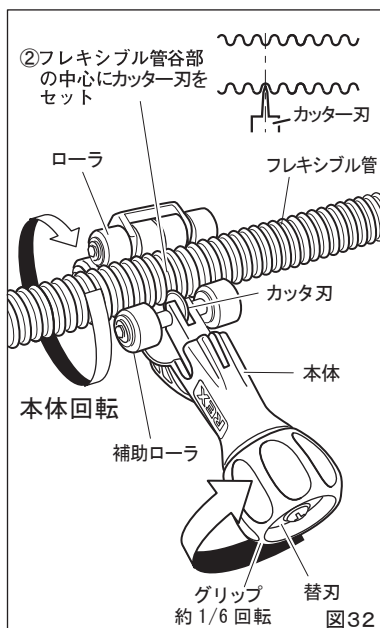
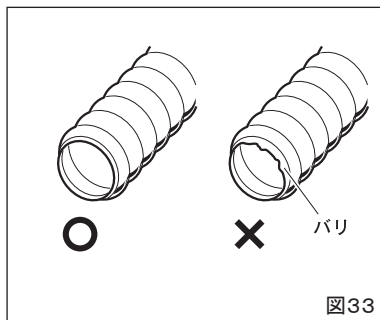

図32
図33
(2) 加工するパイプの切断 (図32,33)
- ①グリップを左回転させ、切断するフレキシブル管に合わせてカッタ刃を後退させます。
- ②カッタ刃が、フレキシブル管の谷部（小径部）中央に当たるように、グリップを右回転させ、刃を送り込みます。
- ③フレキシブル管の谷部に当たったところからグリップを右に約 1/6 回転させ、刃を送り込み、本体を図に示す方向に 2 ～ 3 回転させます。
- ④以後同様の動作（グリップを右に約 1/6 回転後、本体を 2 ～ 3 回転）で、パイプを切断します。
- ⑤切断面の変形、バリがないことを確認してください。バリや変形があると正常なツバ出しが出来ず、水漏れの原因となります（図33）。